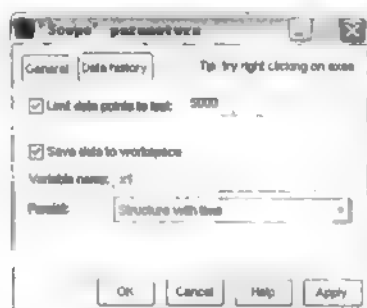

图 9.26 Scope 模块参数设置对话框
- 双击 Scope 模块，在弹出参数对话框中单击  按钮，在弹出对话框中单击 Data History 选项卡，选中 Save data to workspace 复选框，在 Variable name 文本框中输入 x1，如图 9.26 所示。按同样的方法设置 Scope1 模块，在 Variable name 文本框中输入 x2。